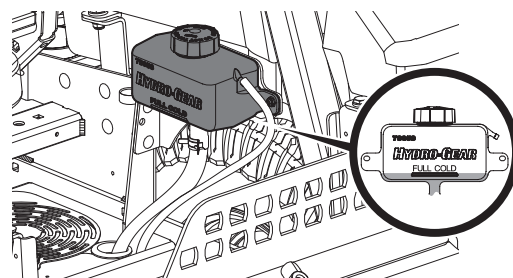

Fig. 44
2. Tournez le bouchon du réservoir dans le sens antihoraire pour le retirer, puis vérifiez le niveau d'huile dans le réservoir. L'huile doit être visible au fond de la coupelle, mais le niveau d'huile ne doit PAS être supérieur à la ligne « FULL COLD » (Fig. 44). NE REMPLISSEZ PAS LE RÉSERVOIR.